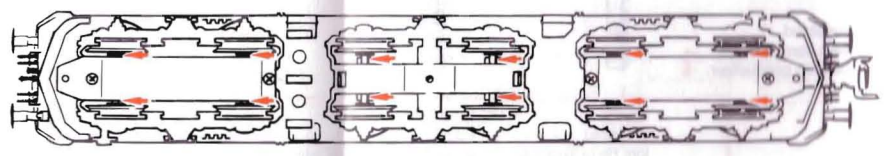

Fig. 8
**5. Kohlebürstenwechsel:** Lokgehäuse abnehmen (Fig. 3). Danach wird der **Motor ausgebaut** und die **Kohlebürsten ausgewechselt** (Fig. 8).
**5. Carbon Brush Changing:** First **remove** loco body (fig. 3), and then the **motor** (fig. 8). ↳ **Assembly**
**5. Remplacement des balais du moteur:** Démontez la caisse (voir fig 3). Démontez ensuite le moteur et échangez les balais (fig. 8). ↳ **L'assemblage**